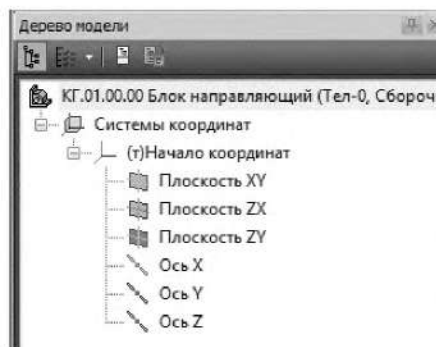

Рисунок 3.27. Выбор плоскости сопряжения «Блока направляющего»
2.3.8 В Дереве модели сборки *Блок направляющий* укажите **Плоскость ZY** (рисунок 3.27).